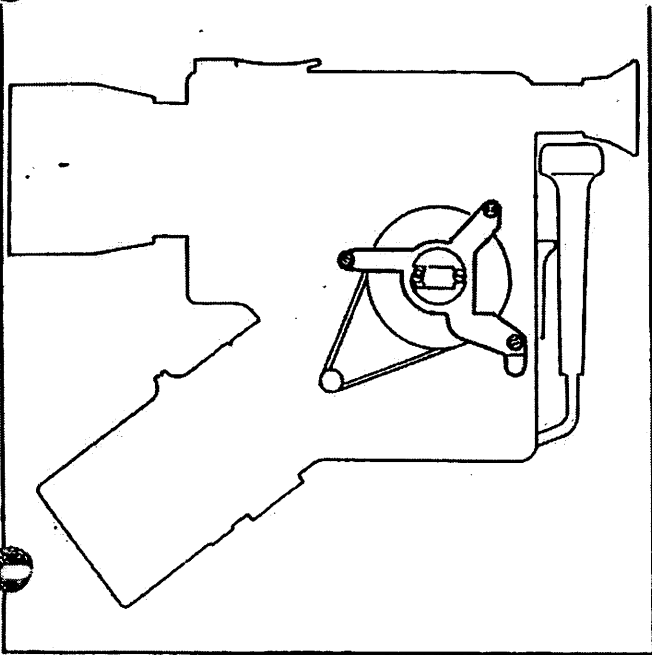

Abb.9
- Widerlager nach Lösen der drei Zylinderschrauben abnehmen (Abb. 9)